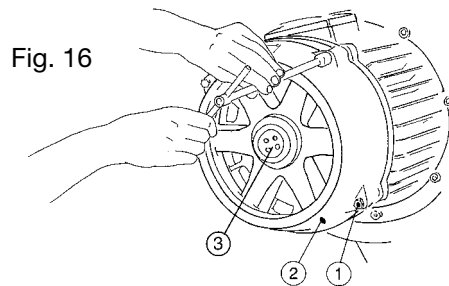

Fig. 16
**Desmontaje y montaje:** comprobar que no haya una carga aplicada; destornillar los tornillos pos. 1 (Fig. 16), quitar la campana de freno pos. 2 (Fig. 16) y quitar la abrazadera de regulación pos. 3 (Fig. 16) freno con la llave específica (Fig. 17). Con la ayuda de un extractor, quitar el ventilador de freno pos. 4 (Fig. 18). Montar el nuevo ventilador empujándolo hacia adelante con la ayuda del mazo de plomo; volver a montar la campana de freno pos. 2 (Fig. 16) y los tornillos pos. 1 (Fig. 16); después, regular como se indica en el capítulo “regulación del ventilador de freno” de la pág. 65.